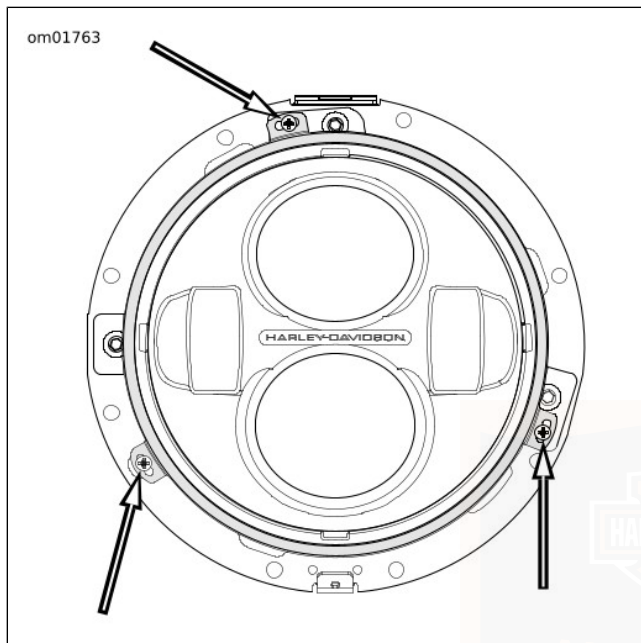

Figure 55. Vis de retenue du phare
3. Voir Figure 55. Retirer les vis d'attache de l'anneau de retenue.